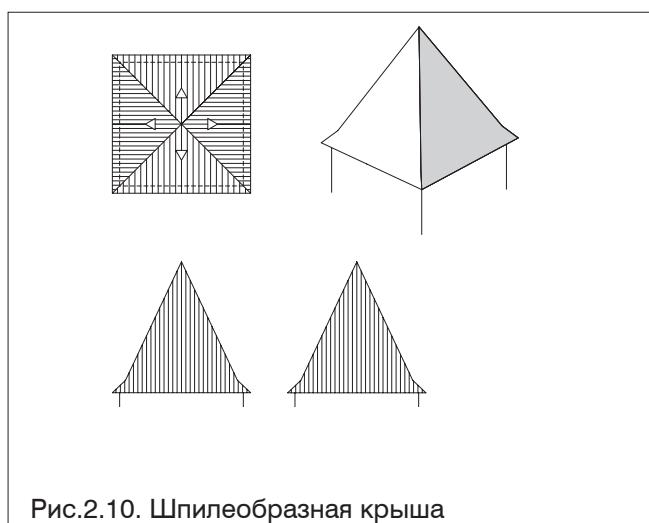

Рис.2.10. Шпицеобразная крыша
- **Шпилемообразная крыша** (рис.2.10.) состоит из нескольких крутопадающих треугольных скатов, сомкнутых в вершине.